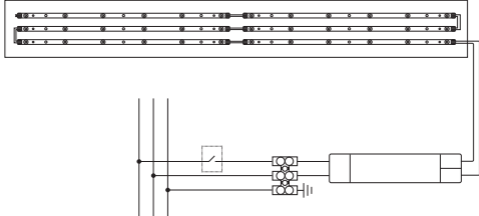

Рис. 1
5.4. При помощи соединительных клемм подключите к драйверу сетевые провода согласно схеме подключения - См. Рисунок 1.